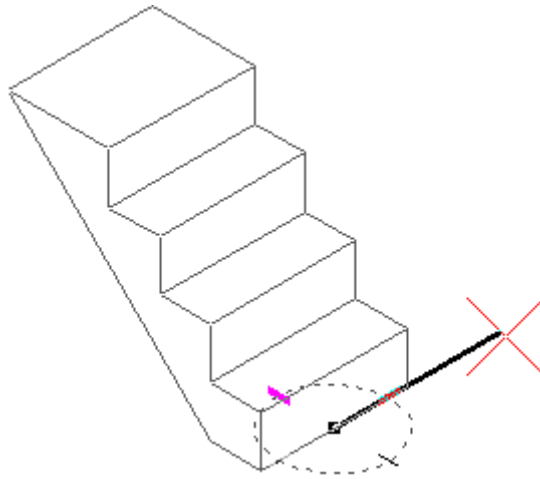

Рисунок 119
- Повернуть компас AccuDraw в плоскость параллельно виду сверху (клавиша «Т», Рисунок 119).
- Повернуть элемент в нужном направлении (при этом направление курсора должен совпадать с осью **X** компаса AccuDraw, Рисунок 119).